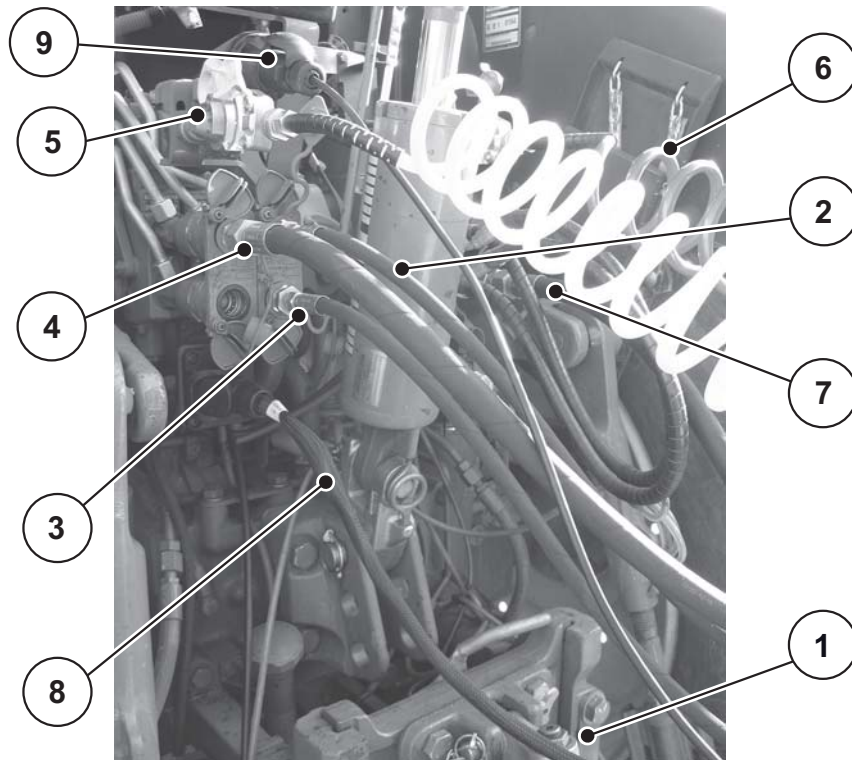

Bild 6.7: Anschlussreihenfolge
Es gibt 2 Ankoppelvarianten, im Bild 6.7 wird die Variante Kugelkopfkupplung gezeigt.
Siehe Bild 6.7.
- Die Anschlussreihenfolge beachten: Siehe Bild 6.7.